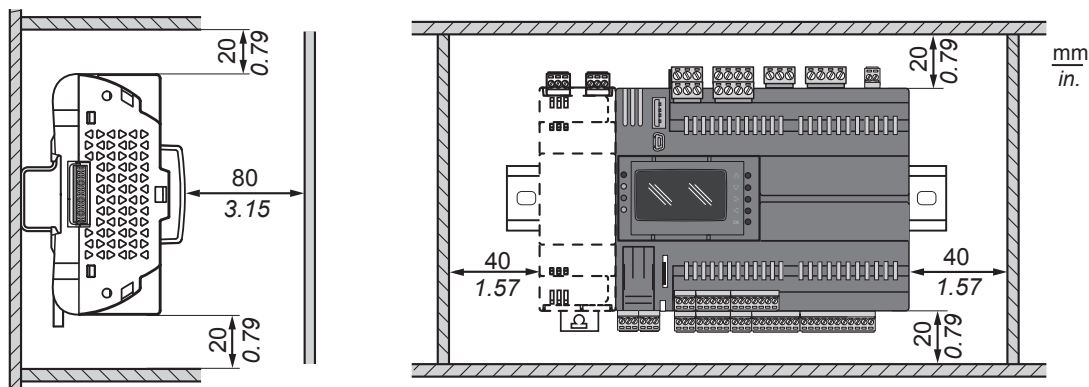

Fig. 6. Distancias
El control para central compresor CO2 EWCM 9000 PRO (HF) ha sido diseñado como producto de clase IP20 y se debe instalar dentro de una cubierta. Al instalar el producto se deben respetar las distancias (ver Fig. 6 en la pág. 22).